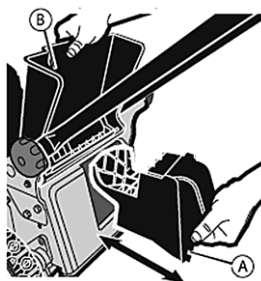

Рис. 3 Установка заглушки для мульчирования
2. Установить заглушку для мульчирования (Рис. 3). Для этого поднимите заднюю крышку, вставьте заглушку для мульчирования и опустите крышку.